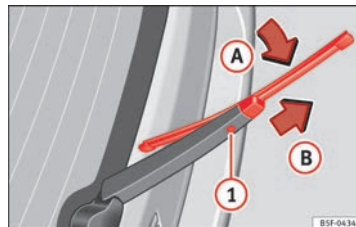

Fig. 74 Cambio de la escobilla de la luneta trasera.
- Rote la escobilla ligeramente ⇒ fig. 74 (flecha A).
- Mantenga presionada la tecla de desbloqueo ① y tire al mismo tiempo de la escobilla en el sentido que indica la flecha B.
- Inserte en el brazo limpiacristales una escobilla nueva **de la misma longitud y tipo**, en sentido contrario a la flecha B hasta que encastre la tecla ①.